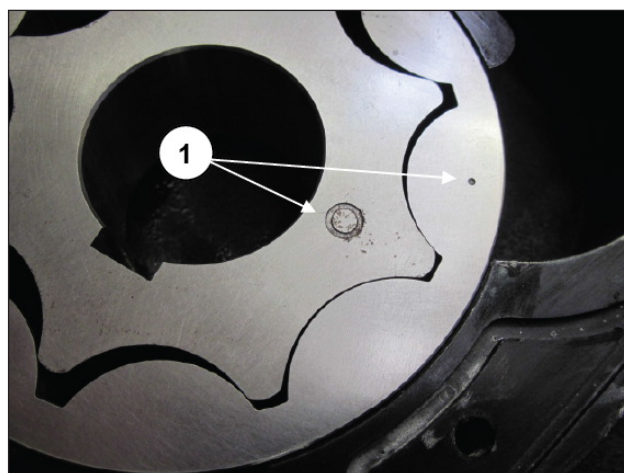

Рис. 152
При монтаже роторов масляного насоса проследите, чтобы маркировка, имеющаяся на обеих деталях, была с одной стороны, как показано на Рис. 152 поз. ①.